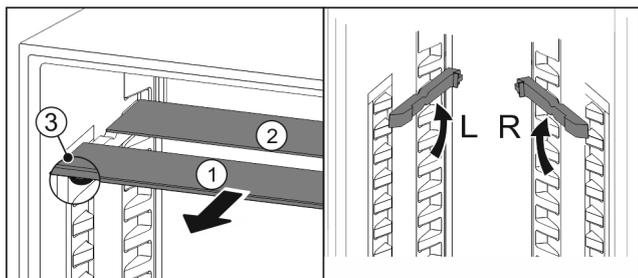

Fig. 73
- ▶ Retire las planchas de cristal individualmente hacia delante Fig. 73 (1).
- ▷ La placa de vidrio Fig. 73 (1) con moldura está situada delante.
- ▷ Los topes Fig. 73 (3) miran hacia abajo.